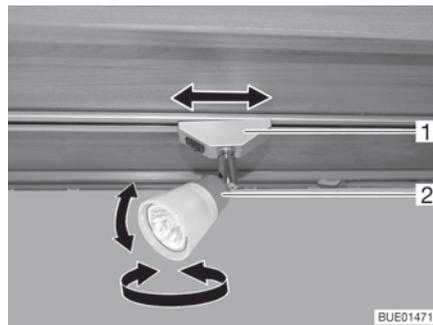

Fig. 25 Fareto
- Orientare l'involucro (Fig. 25,2) del fareto nella posizione desiderata. L'involucro può essere orientato nelle posizioni seguenti:
- Ruotare il supporto (Fig. 25,1) di ca. 45°.
- Ruotare il supporto (Fig. 25,1) di 90°.